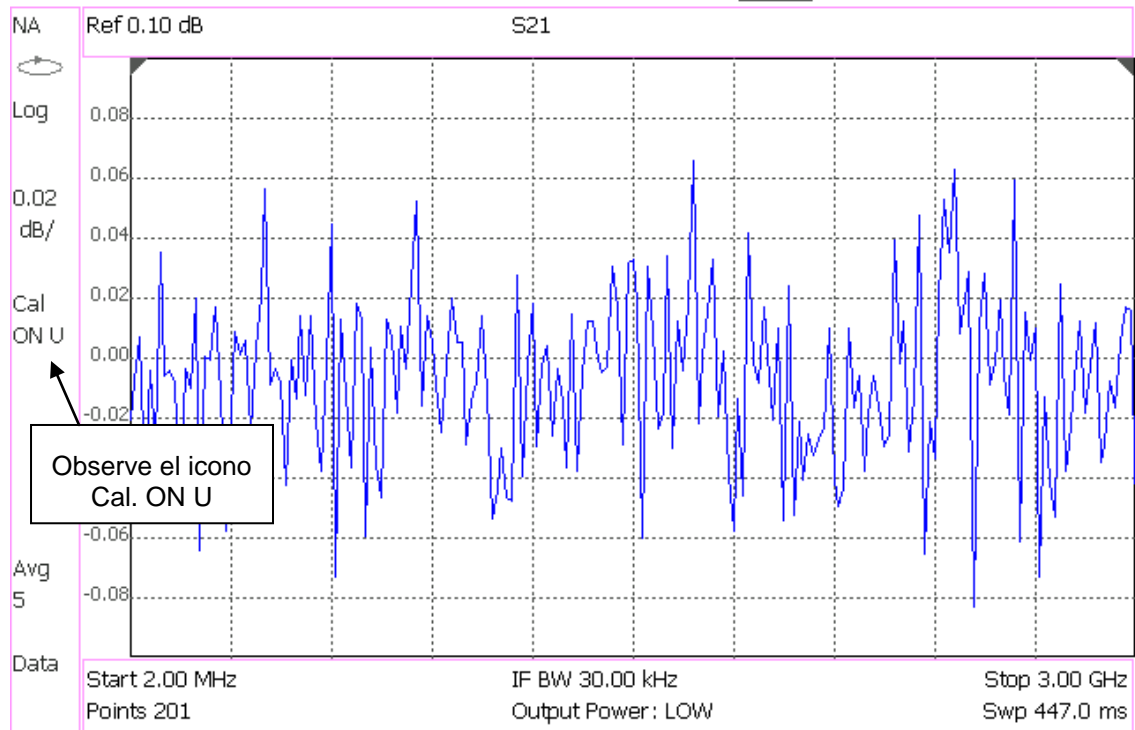

Figura 5 – Magnitud de S_{21} Calibrada vs. Frecuencia en el N9912A (Usando la Función Normalizar)
- Desde el Menú Calibración también se puede ejecutar la función Normalizar. El mecanismo es similar al anterior y requiere la realización previa del paso 2. En la Figura 5 se muestra la magnitud del S_{21} calibrado. Observe el icono **Cal ON U** en la captura de pantalla.